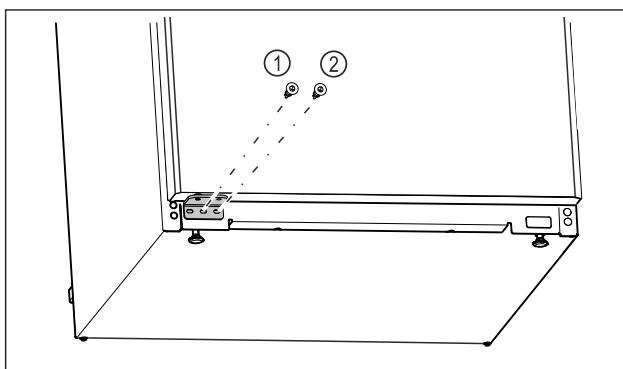

Fig. 18
- Затягніть середній гвинт опорного кронштейна Fig. 18 (1) за допомогою викрутки Torx 20.
- Затягніть внутрішній гвинт опорного кронштейна Fig. 18 (2) за допомогою викрутки Torx 20.